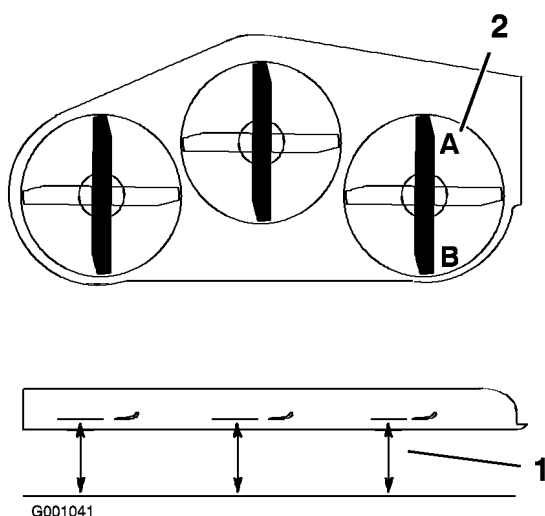

Figure 59
1. Tournez la lame **droite** dans le sens longitudinal (Figure 59).
2. Mesurez la distance au point **A** entre la surface plane et le tranchant de la pointe de la lame droite (Figure 59).
4. Mesurez la distance au point **B** entre la surface plane et le tranchant de la pointe de la lame droite (Figure 59).
6. La lame doit être plus basse de 6 à 10 mm au point **A** qu'au point **B** (Figure 59). Si ce n'est pas le cas, passez aux étapes suivantes.